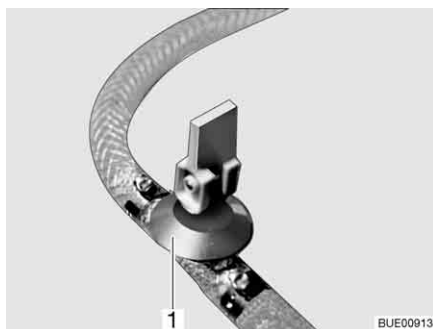
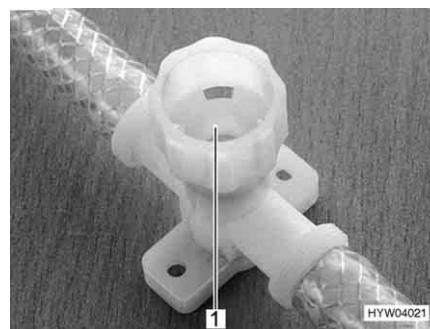

Fig. 174 Rubinetto di scarico (con leva a bilancere)
Fig. 175 Rubinetto di scarico (con tappo a vite)
- Chiudere tutti i rubinetti di scarico. Mettere la leva a bilanciere del rubinetto di scarico (Fig. 174,1) orizzontale o chiudere il coperchio del rubinetto di scarico (Fig. 175,1) in senso orario.